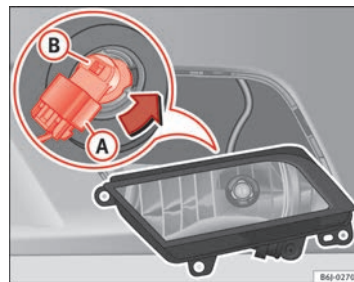

Abb. 161 Nebelscheinwerfer
- Ziehen Sie den Stecker ⇒ Abb. 161 (A) von der Lampe ab.
- Drehen Sie den Lampenträger ⇒ Abb. 161 (B) nach links und ziehen Sie.